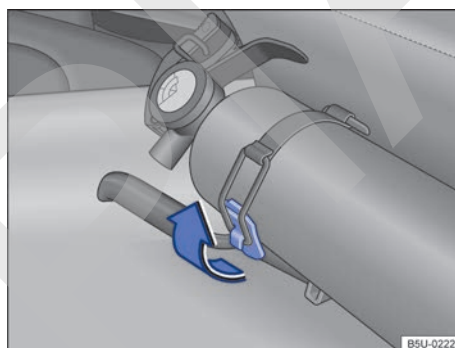

Fig. 23 En el asiento del conductor: extintor de incendio.
- Soltar la abrazadera de fijación, tirando hacia arriba → fig. 23 en el sentido de la flecha.